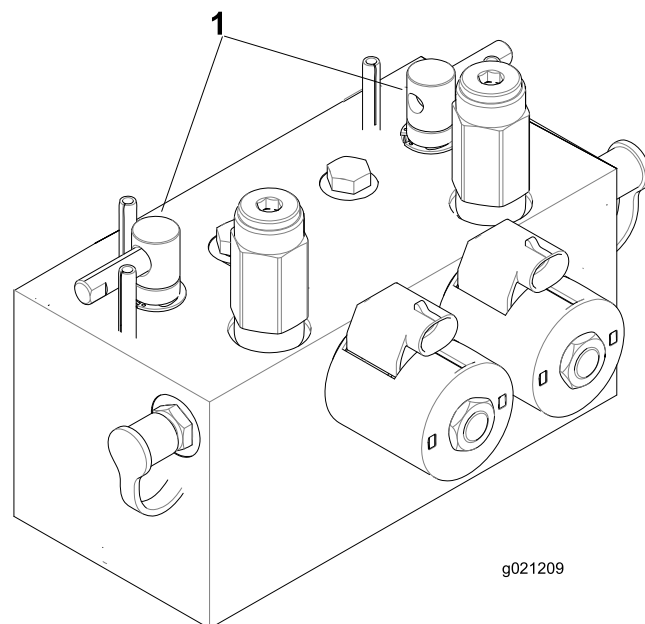

Figure 95
2. Déverrouillez le capot et soulevez-le pour exposer les leviers de rodage (Figure 95).
5. Sélectionnez les leviers de rodage avant, arrière ou les deux pour déterminer les plateaux qui doivent être rodés (Figure 95).